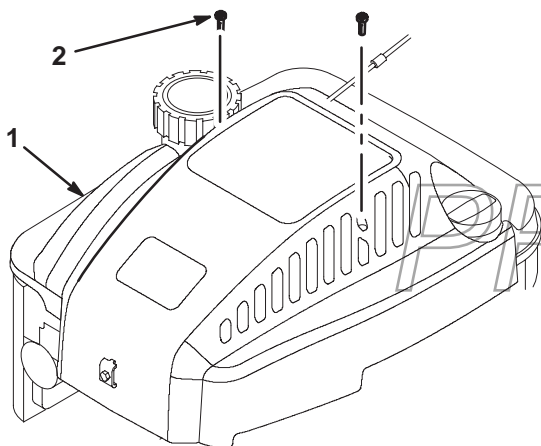

Abbildung 19
2. (2) Schrauben von der Motorabdeckung entfernen und die Abdeckung herunterheben (Abb. 19).